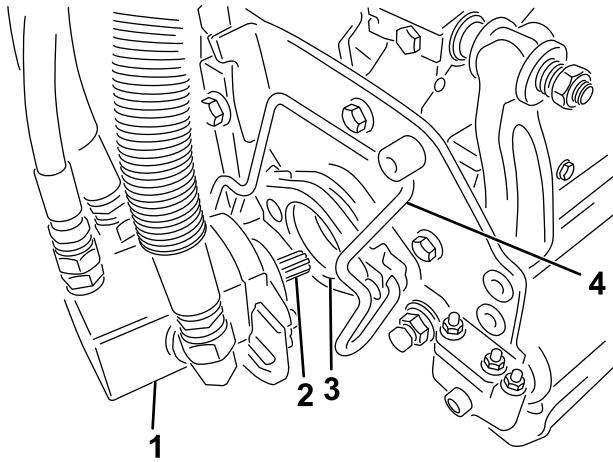

**Bild 12**
5. Die Riegel an der Aufhängearmstange müssen nach oben zeigen (d. h. offen) (Bild 11); drücken Sie den Aufhängearm dann so nach unten, dass die Stange über die Stange an der Oberseite des Mähwerks passt (Bild 12).